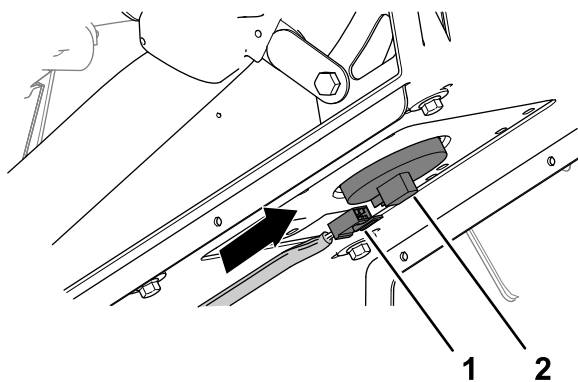

Figura 222
6. Ligue o conector de duas tomadas da cablagem da máquina no conector do interruptor do banco até que os conectores encaixem em segurança (Figura 222).